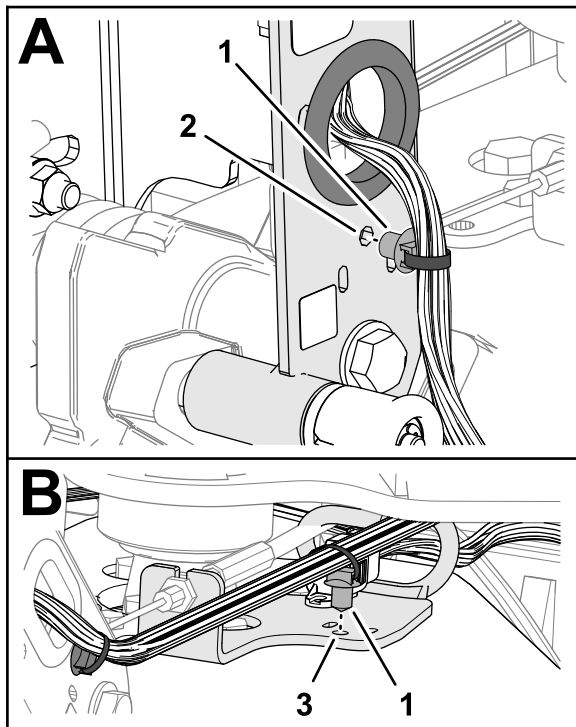

Figure 10
4. Insérez la fixation enfichable du faisceau de la machine dans le trou du profilé du timon (Figure 10).